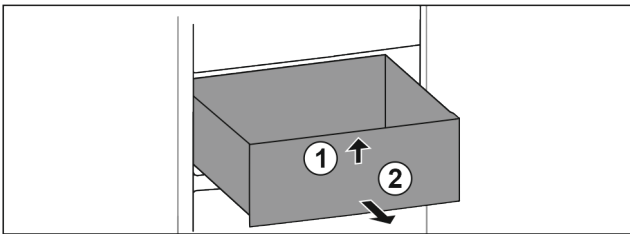

Fig. 12
- ▶ Vorne anheben Fig. 12 (1).
- ▶ Nach vorne entnehmen Fig. 12 (2).